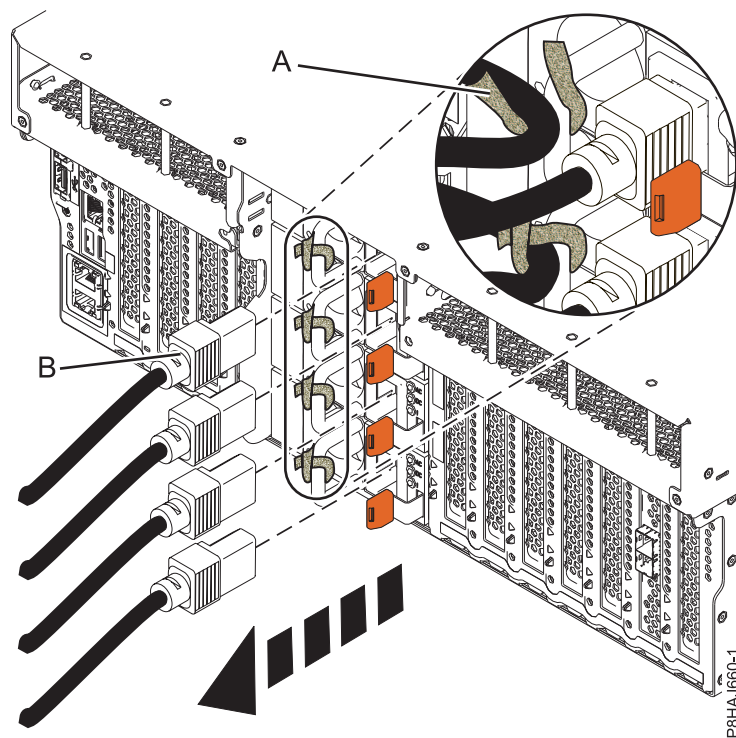
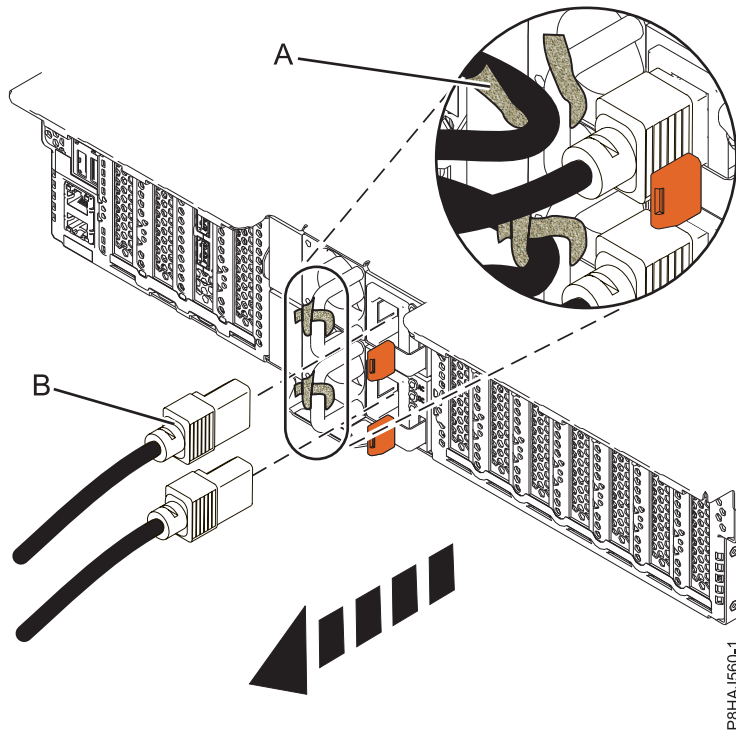
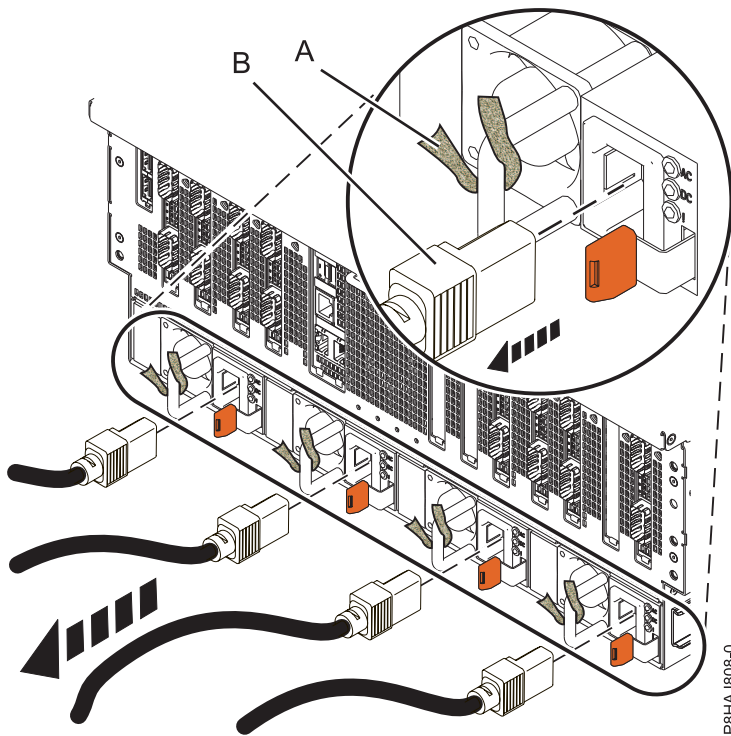

Abbildung 36. Netzkabel bei einem System vom Typ 8247-42L, 8286-41A oder 8286-42A abziehen
Abbildung 37. Netzkabel bei einem System vom Typ 5148-21L, 5148-22L, 8247-21L, 8247-22L, 8284-21A oder 8284-22A abziehen
Abbildung 38. Netzkabel bei einem System vom Typ 8408-44E oder 8408-E8E abziehen
3. Ziehen Sie die Netzkabel (**B**) von der Systemeinheit ab. Siehe Abb. 36 auf Seite 53, Abb. 37 auf Seite 53 oder Abb. 38 auf Seite 54 (je nach Systemtyp).